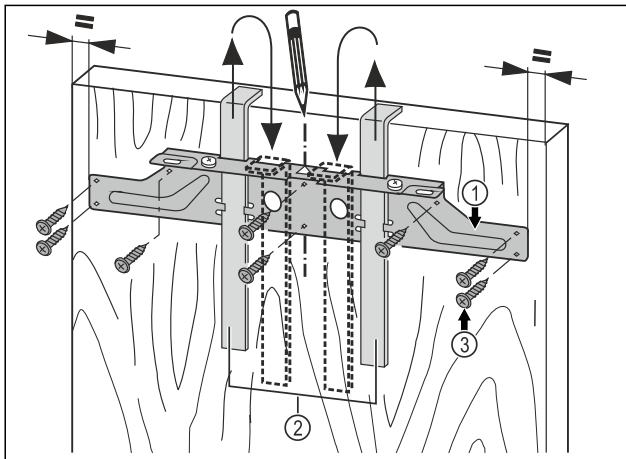

Fig. 17
- ▶ Befestigungstraverse Fig. 17 (1) mit den Montagehilfen Fig. 17 (2) auf die Innenseite der Möbeltür hängen.
- ▶ Befestigungstraverse Fig. 17 (1) mittig auf der Tür ausrichten.
- ▶ Die Befestigungstraverse Fig. 17 (1) mit mindestens 6 Schrauben Fig. 17 (3) festschrauben.
- ▶ Befestigungstraverse Fig. 17 (1) mit 4 Schrauben Fig. 17 (3) am Rand festschrauben.
- ▶ Montagehilfen Fig. 17 (2) nach oben herausziehen und in die danebenliegenden Aufnahmeöffnungen gedreht einschieben.